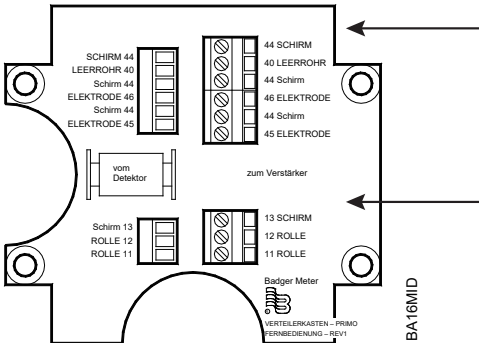

Abbildung 32: Kabel zu Steckern
- 4. Die Kabel mit den entsprechenden Steckern auf der linken Seite der Platine wie in *Abbildung 32* gezeigt verbinden.